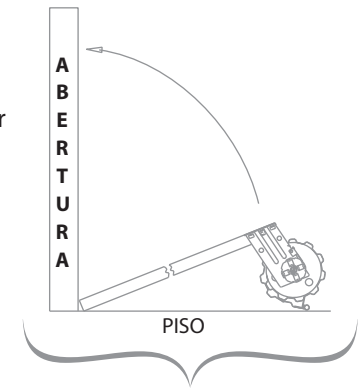

FIGURA 6
- Levante el ensamble de la puerta en forma acompasada, haciéndolo girar alrededor de la parte inferior de las guías. **Consultar figura 6.**